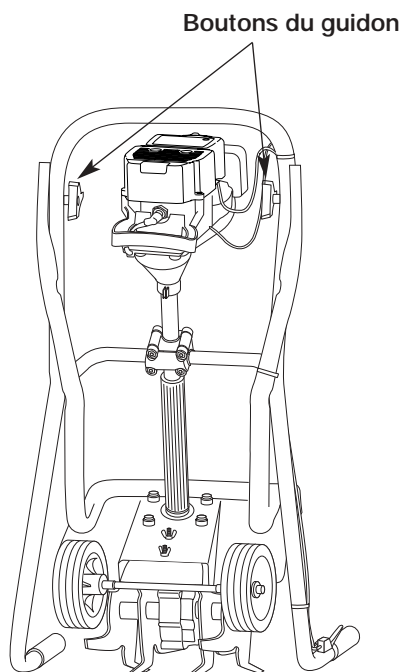

Fig. 20
3. Pliez les poignées comme indiqué (Fig. 20).